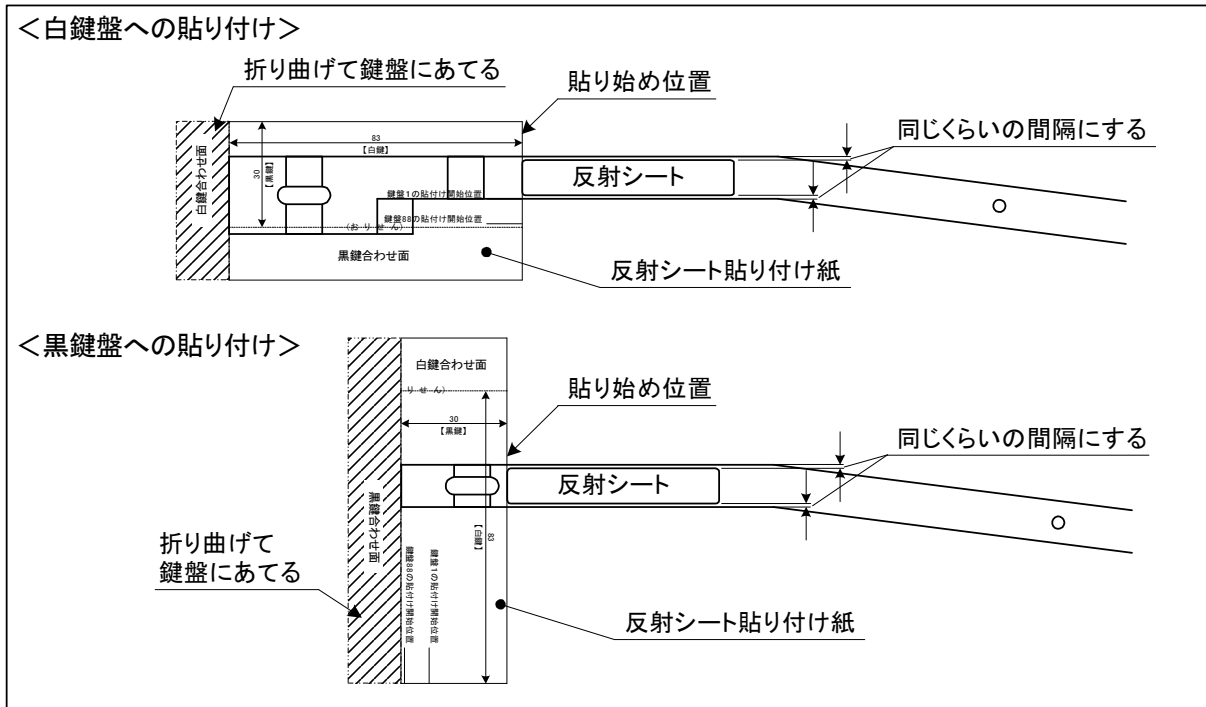
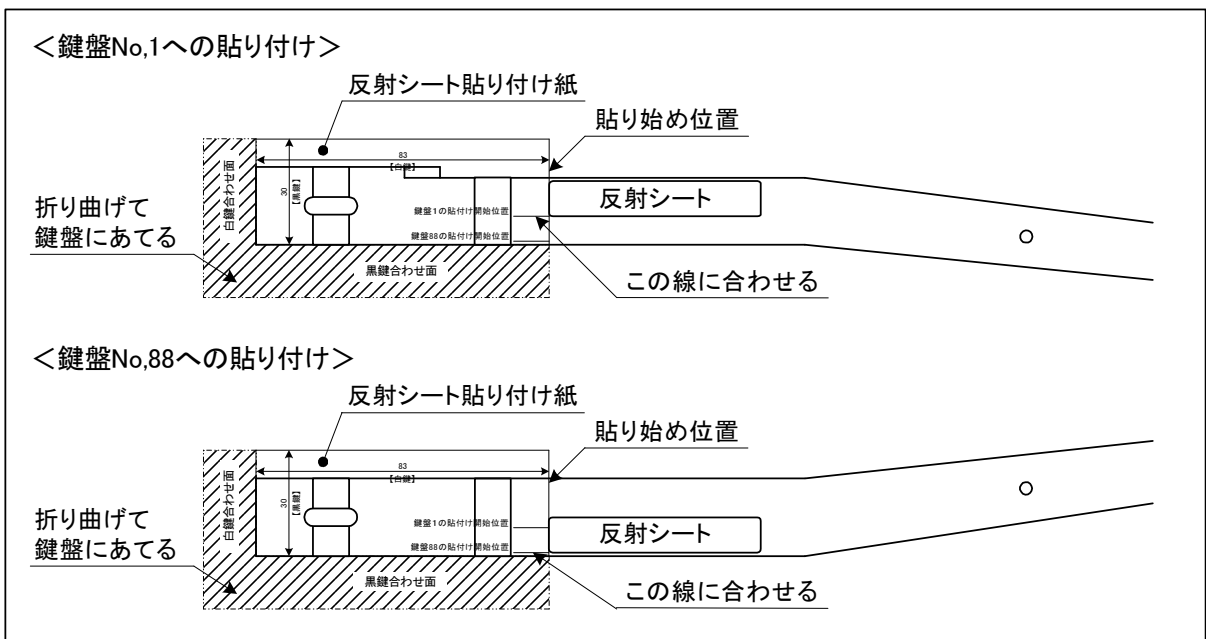

図2.4-6 反射シートの貼り付け
図2.4-7 白鍵No.1とNo.88への貼り付け
(8) 白鍵盤と黒鍵盤から1本ずつを選び、反射シート貼り付け紙を用いて、反射シートを貼り付ける。反射シート貼り付け紙の白鍵盤は【白鍵合わせ面】、黒鍵盤は【黒鍵合わせ面】をそれぞれに折り曲げ、鍵盤の先端部に当てて、各鍵盤用の間隔を取り貼り付ける。(図2.4-6を参照)尚、鍵盤No.1とNo.88は反射シートを貼る場所の幅が広がっているので、図2.4-7の様に、反射シート貼り付け紙の【白鍵合わせ面】と【黒鍵合わせ面】の両面を折り曲げ、鍵盤の先端部と側面部の両面に当てて、鍵盤先端からと側面の両方向から間隔を取って貼り付ける。
- (9) 反射シートを貼り付けた鍵盤をピアノに取り付け、キーボードユニットのセンサーと反射シートの位置関係を確認する。反射シートの下にセンサーがある場合は、図2.4-6と図2.4-7の要領で全ての鍵盤に反射シートを貼り付ける。もし、センサーが外れている場合は、センサーに合わせて反射シートの位置を変えて貼り直し、残り全ての鍵盤も同じ位置に貼り付ける。